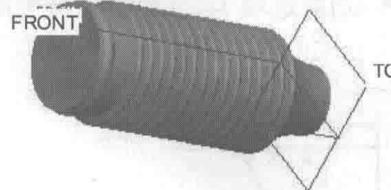
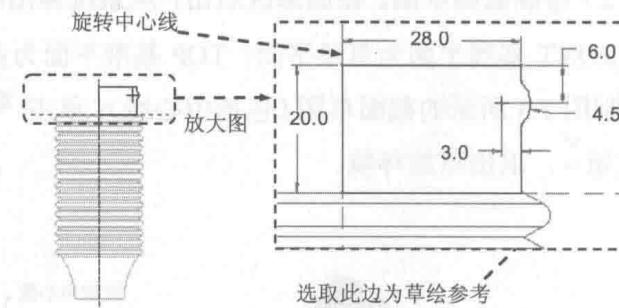

图 1.7 旋转特征 3
图 1.8 截面草图
(1) 选取阵列特征。在模型树中选择Step3所创建的旋转特征2，右击，选择 阵列 命令。
(2) 选择阵列控制方式。在操控板中选择以“方向”方式控制阵列。
(3) 定义阵列参数。选取TOP基准平面为阵列方向参考，在操控板中输入阵列个数值15，设置增量（间距）值7.0，按Enter键。
(4) 在操控板中单击“完成”按钮 \checkmark ，完成阵列特征1的创建。
Step5. 创建图1.7所示的旋转特征3。在**模型**功能选项卡的**形状**区域中单击“旋转”按钮 旋转 ，选取FRONT基准平面为草绘平面，TOP基准平面为参考平面，方向为 上 ；单击**草绘**按钮，绘制图1.8所示的截面草图（包括中心线）；在操控板中选择旋转类型为 上 ，在“角度”文本框中输入角度值360.0；单击 \checkmark 按钮，完成旋转特征3的创建。